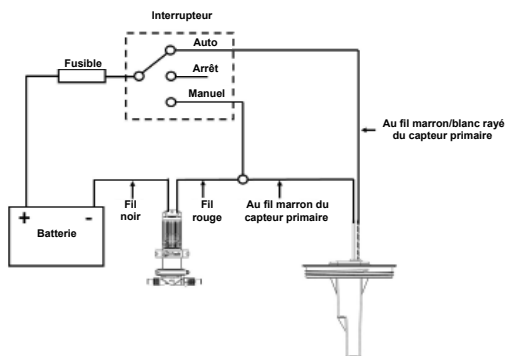

Figure 9 Schéma de câblage
- **AVERTISSEMENT** : L'installation doit être effectuée par un électricien compétent. Tout câblage incorrect peut entraîner un incendie qui pose un risque de blessure ou de mort. Les informations de câblage suggérées (Figure 9) sont fournies à titre indicatif uniquement et le câblage **doit** être conforme aux normes électriques en vigueur. Des fusibles ou disjoncteurs de la taille qui convient **doivent** être installés.
Étape 6: Câblage : Vérifier les Figures 9 et 10
Câblage incorrect	Vérifier le câblage sur les Figures 9 et 10